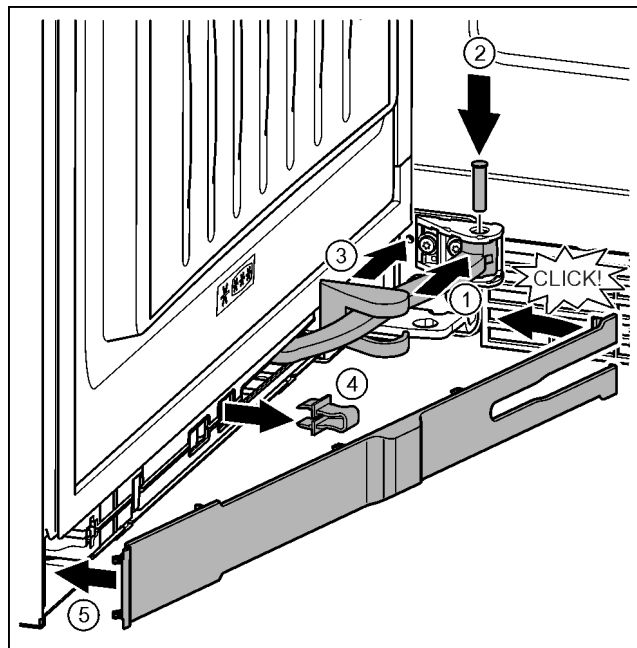

Fig. 40
- ▶ Przegub obrócić w mocowaniu. Fig. 40 (1)
- ▶ Przy pomocy śrubokręta T15 sworzeń umieścić w mocowaniu i przegubie. Przy tym zwrócić uwagę, aby krzywka zatrzaskowa została prawidłowo umieszczona w rowku. Fig. 40 (2)
- ▶ Ostonę płytki zawiasu przesunąć wzdłuż przegubu i zamontować nad mocowaniem. Fig. 40 (3)
- ▶ Zdjąć zabezpieczenie. Fig. 40 (4)
- ▶ Zaślepkę założyć od strony uchwyty i przechylić. Fig. 40 (5)